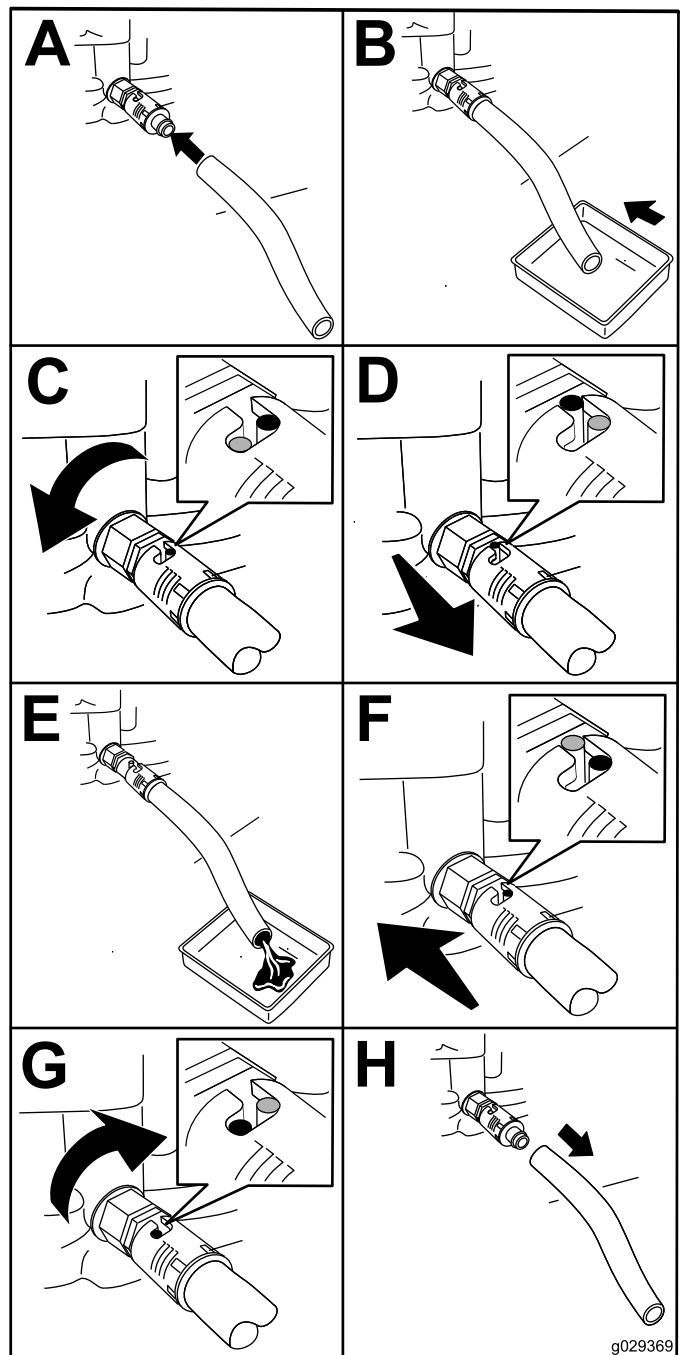

Figura 30
1. Instale o tubo de drenagem na válvula de drenagem (Figura 30).
2. Coloque a outra extremidade do tubo (Figura 30) num recipiente de drenagem com a capacidade de um litro.
3. Rode a válvula de drenagem de óleo 1/4 de volta no sentido contrário ao dos ponteiros do relógio e deixe que o óleo do motor drene completamente (Figura 30).
4. Rode a válvula de drenagem de óleo 1/4 de volta no sentido dos ponteiros do relógio para fechar a válvula (Figura 30).
5. Retire o tubo de drenagem (Figura 30) e limpe qualquer óleo derramado.